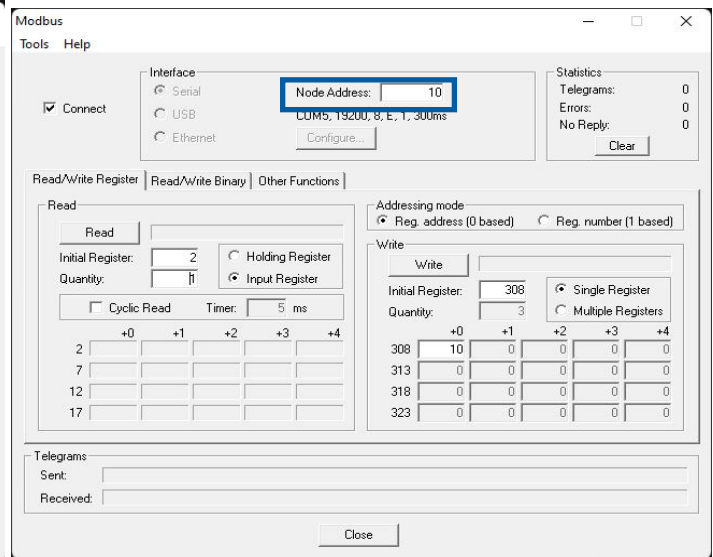

Figura 20 - Verificar comunicación
- Paso 3: Luego de escribir la nueva dirección, la antigua será deshabilitado. Ingrese la nueva dirección en Node y verifique la comunicación (Figura 20).